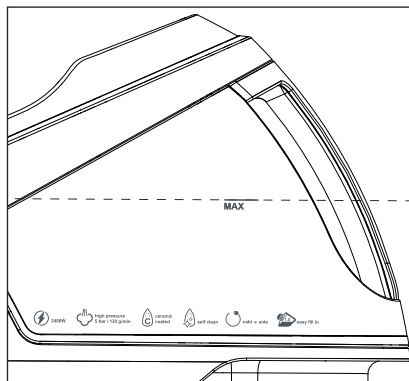

Fig. 3
- Remplissez le réservoir à eau ⑦ au maximum jusqu'au repère **MAX** (voir fig. 3). Videz la quantité d'eau versée en trop en utilisant l'orifice de remplissage. La quantité de remplissage maximale du réservoir à eau ⑦ est d'env. 1,2 L.